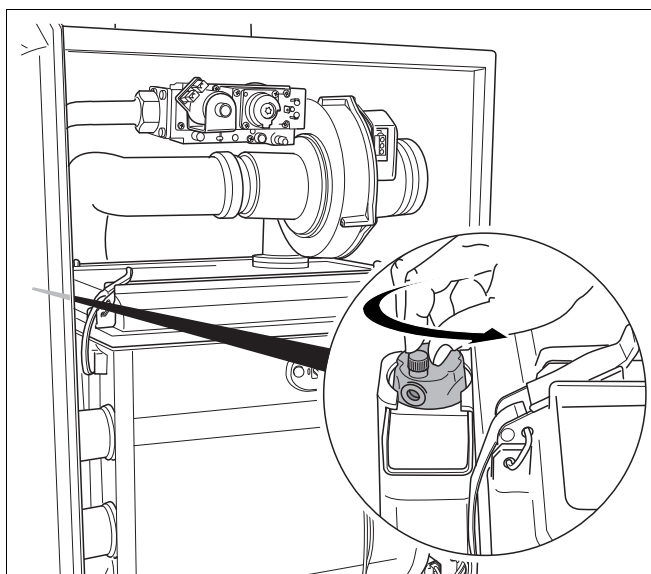

Fig. 57 Aprire il disaeratore automatico
La caldaia è dotata di un disaeratore automatico (fig. 57) che serve per lo sfiato della caldaia.
- Allentare di un giro la calotta di protezione al disaeratore automatico (fig. 57).